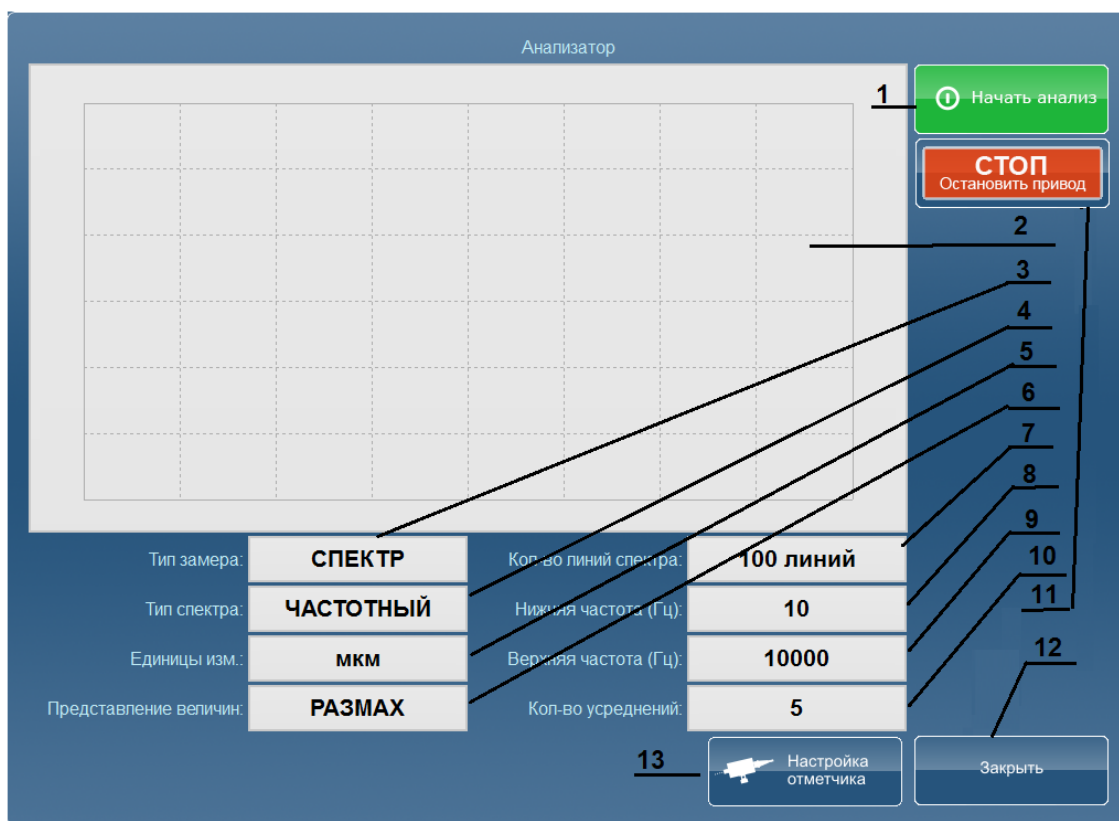

Рис.10.4.1
Перед началом измерения и анализа сигналов необходимо в окне «Анализатор» выполнить настройку параметров измерения (рис.10.4.1).
(Номер пункта соответствует номеру позиции на рис.10.4.1)
4. Выполните настройку параметров измерения (см.рис.10.4.1);
5. После настройки параметров измерения для начала измерения нажмите на кнопку «Начать анализ» (см.рис.10.4.1.поз.1);